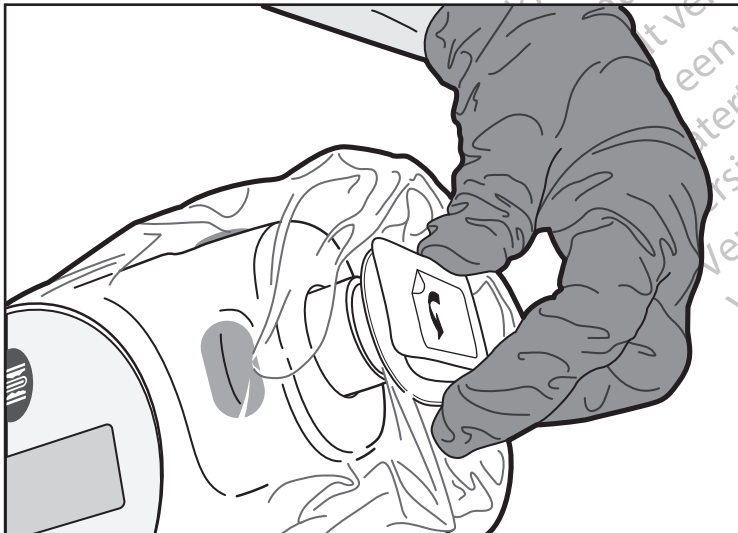
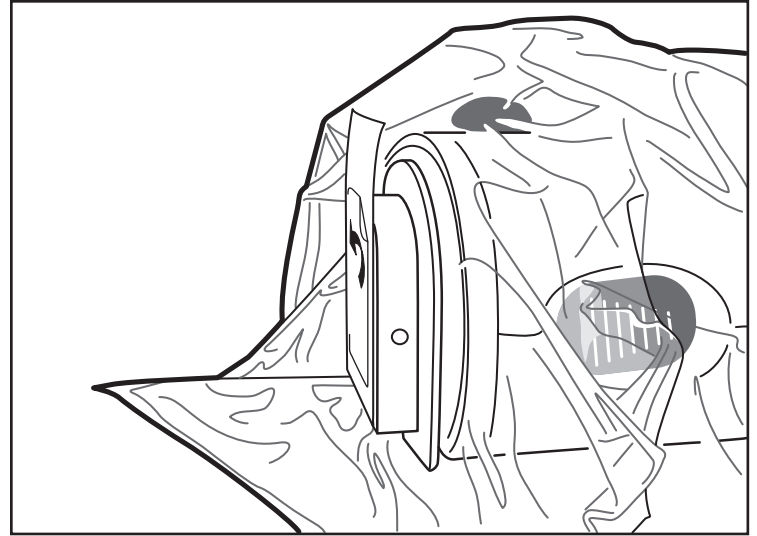

Abbildung 7. Befestigen der Frontplatte
Abbildung 8. Befestigte Frontplatte
- Zum Befestigen des Beutels an der MDU5 PLUS Motorantriebseinheit richtet die sterile Person die Frontplatte am Beutel mit dem vorderen Ende der MDU5 PLUS Motorantriebseinheit aus (Abbildung 7) und drückt diese vorsichtig an, um die Verbindung zu sichern. Zwischen der Frontplatte und dem vorderen Ende dürfen keine Materialien eingeklemmt sein. Überschüssiges Beutelmaterial im Bereich um und hinter der Verbindung ist normal (Abbildung 8).